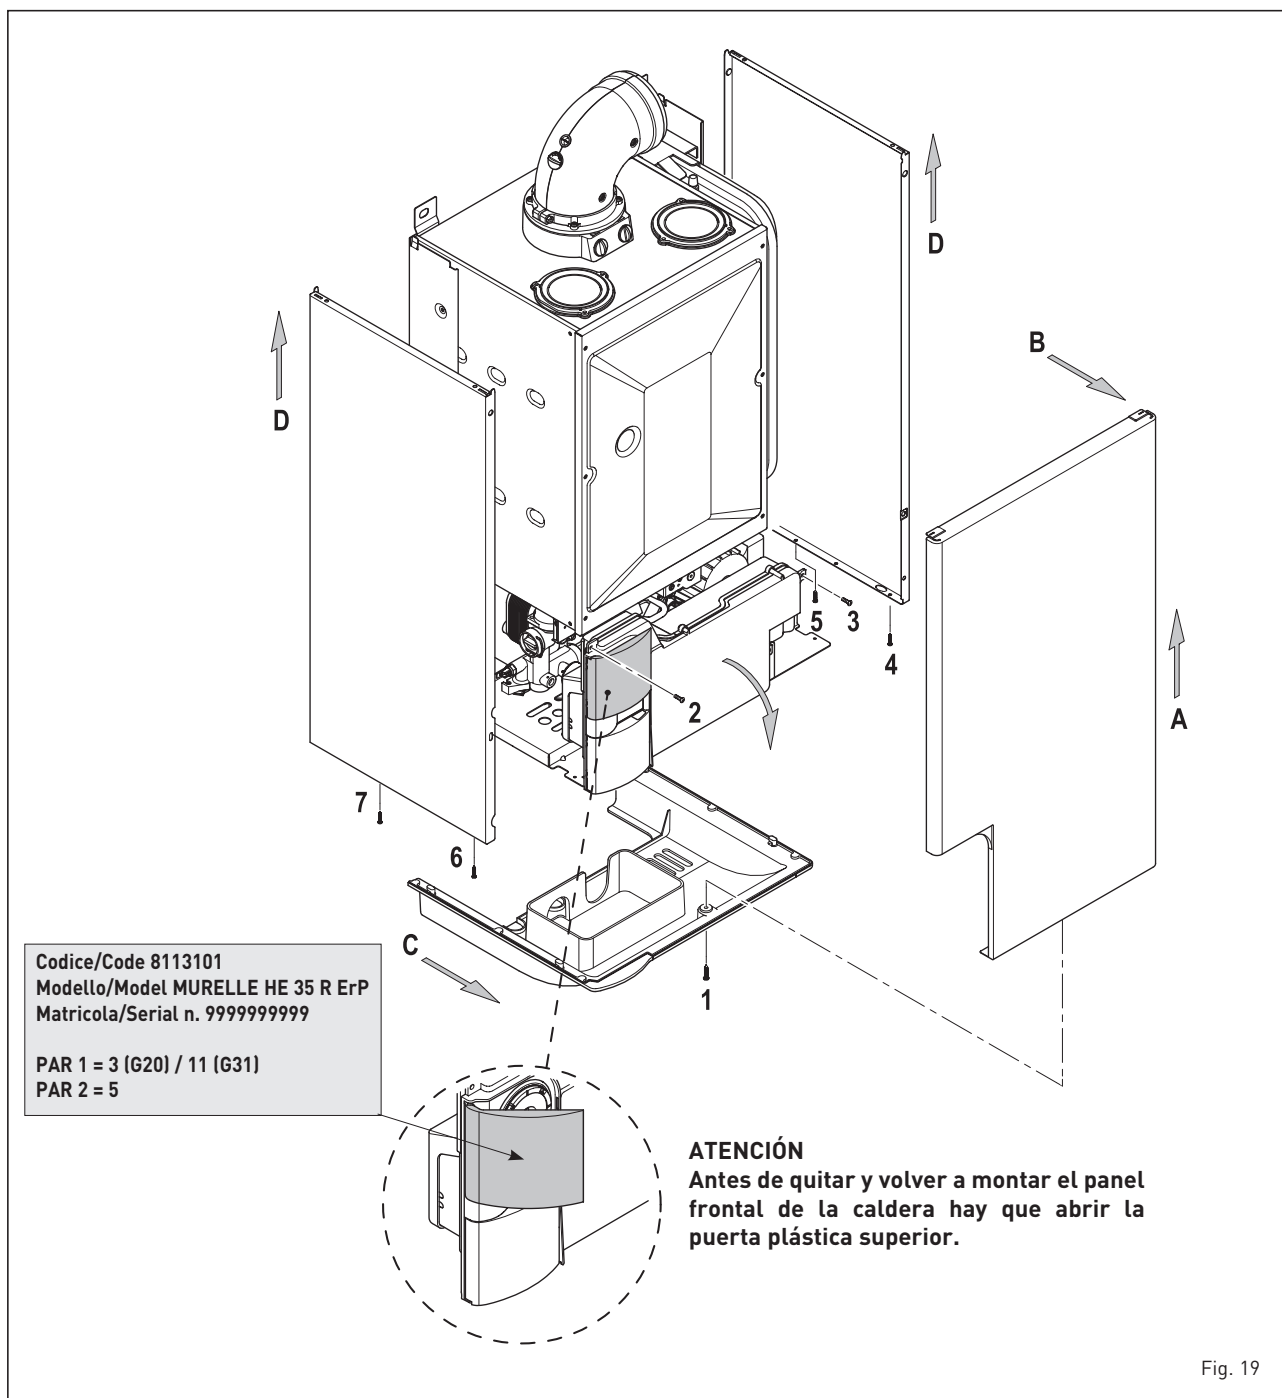

Fig. 19
4.4 DESMONTAJE DE LA ENVOLVENTE (fig. 19)
Para un fácil mantenimiento de la caldera es posible desmontar completamente el blindaje como se indica en fig. 19. Girar el panel de mandos hacia delante para acceder a los componentes internos